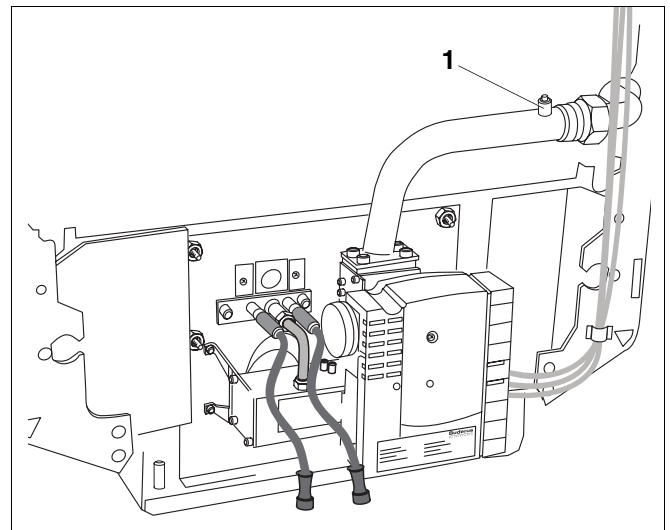

Abb. 37 Gasarmatur mit Feuerungsautomat
- Gasarmatur auf der Eingangsseite mit einem Prüfdruck von mind. 100 mbar und max. 150 mbar auf innere Dichtheit prüfen. Der Prüfdruck wird am Prüfnippel (Abb. 37, **Pos. 1**) gemessen. Nach einer Minute darf der Druckabfall max. 10 mbar betragen. Bei höherem Druckabfall an allen Dichtstellen vor der Armatur eine Lecksuche mit einem schaumbildenden Mittel durchführen. Wird keine Leckage festgestellt, Druckprüfung wiederholen. Bei erneut höherem Druckabfall als 10 mbar Armatureinheit auswechseln.